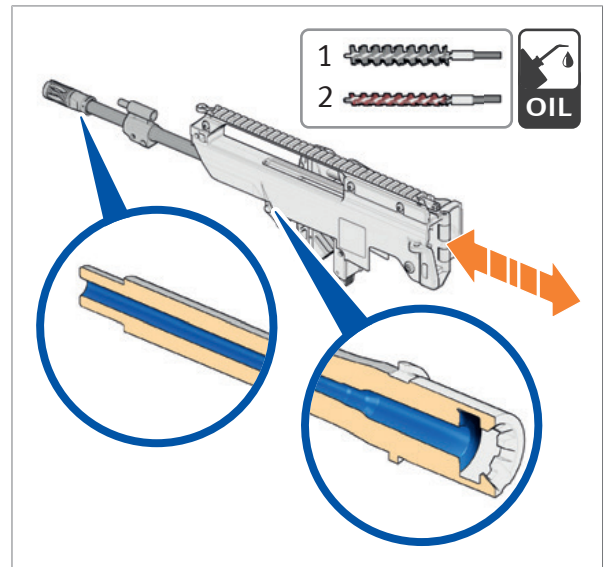

Abb. 110: Rohr reinigen
6. Eingölte Ölbürste durch das Rohr ziehen (Abb. 110).
13. Eingölte Rohr-Reinigungsbürste mehrfach durch das Rohr ziehen (Abb. 110).